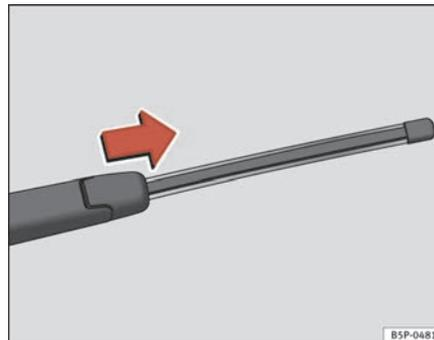

Fig. 163 Substituir a escova do limpa-vidros traseiro
- Afaste o braço do limpa-vidros traseiro do vidro ⇒ página 238, fig. 163.
- Deslizar o adaptador da escova na direcção da seta e retirar a escova ⇒ página 238, fig. 163.